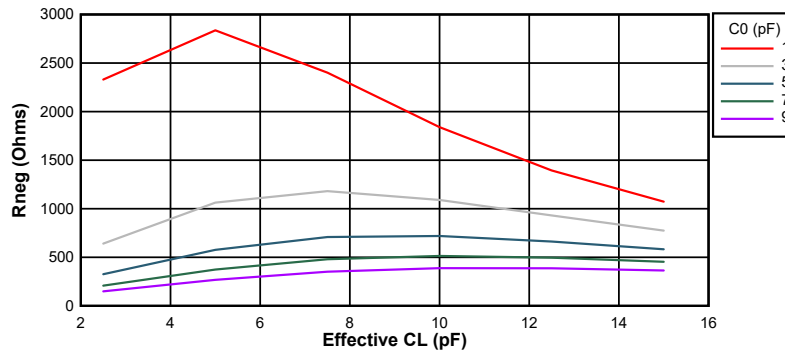
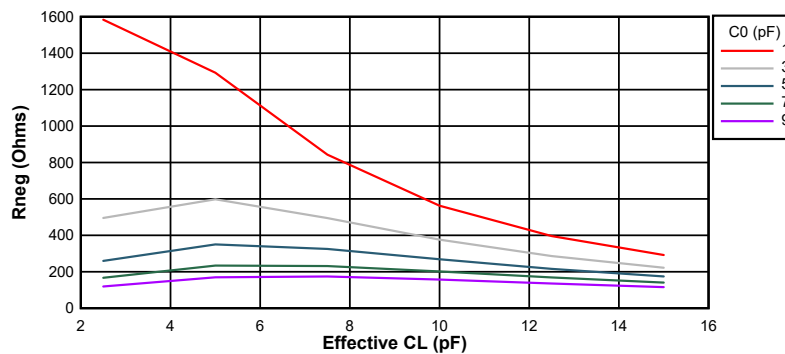

図 7-22. 10MHz 時の負性抵抗変動
図 7-23. 20MHz 時の負性抵抗変動
図 7-22 および 図 7-23 に、このデバイスの負性抵抗と水晶振動子間の関係の変動を示します。グラフからわかるように、水晶振動子の並列容量 (C0) と実効負荷容量 (CL) は電気発振回路の負性抵抗に大きな影響を及ぼします。これらは代表的なグラフであるため、設計上考慮すべき最小値および最大値については、表 7-8 を参照してください。